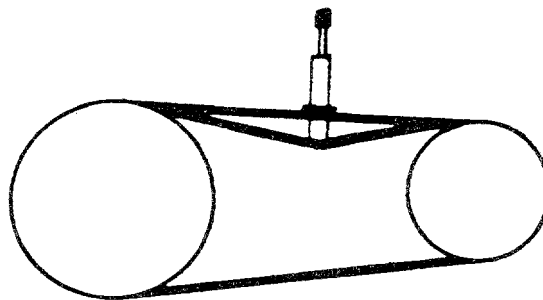

Fig 4
- Appliquer le tensiomètre au milieu du brin libre sur lequel doit être effectuée la mesure (perpendiculairement à celui-ci : voir figure 4).